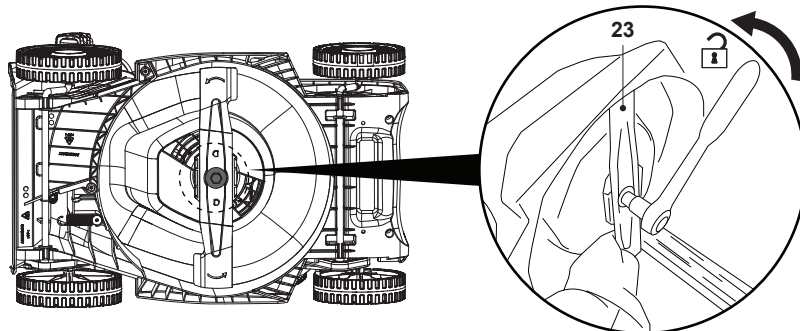

Fig. 19
NOTA: Si utiliza una llave manual en lugar de una llave de impacto eléctrica, procure que la cuchilla (23) no gire mientras afloja el perno. Use unos guantes resistentes para agarrar la cuchilla firmemente. Si es necesario, utilice un bloque de madera de tamaño adecuado para impedir que la cuchilla gire (Fig. 19).